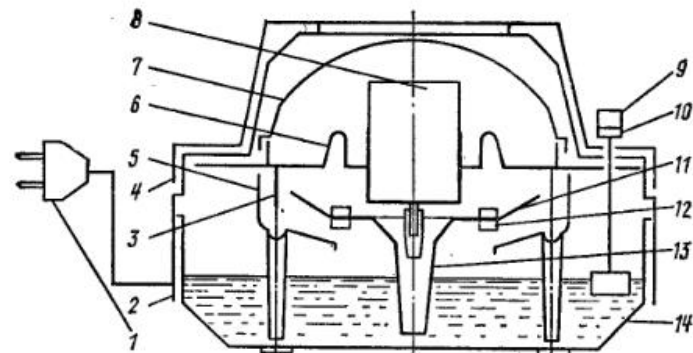

Рис. 33. Увлажнитель воздуха «Ион»:
**УВЛАЖНИТЕЛЬ ВОЗДУХА «ИОН».** Электродвигатель 8 (рис. 33) увлажнителя установлен на основании и приводит во вращение